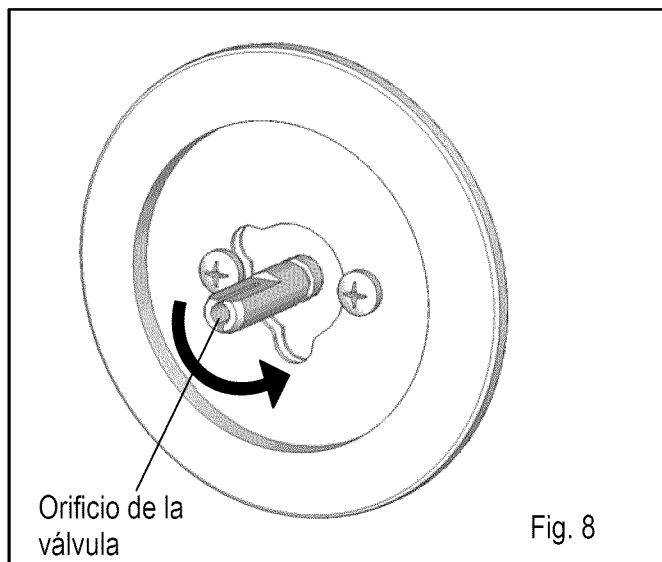

Fig. 8
1. Jale todas las perillas para retirarlas de los vástagos de las válvulas. Ajuste el tornillo del orificio de la válvula con el destornillador de cabeza plana. Tornillos de seis vueltas completas hacia la izquierda. (Fig. 8)